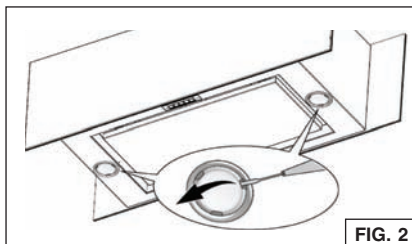

FIG. 2
1. Ouvrez le couvercle en faisant lever les fentes prévues à cet effet. Fig. 2.